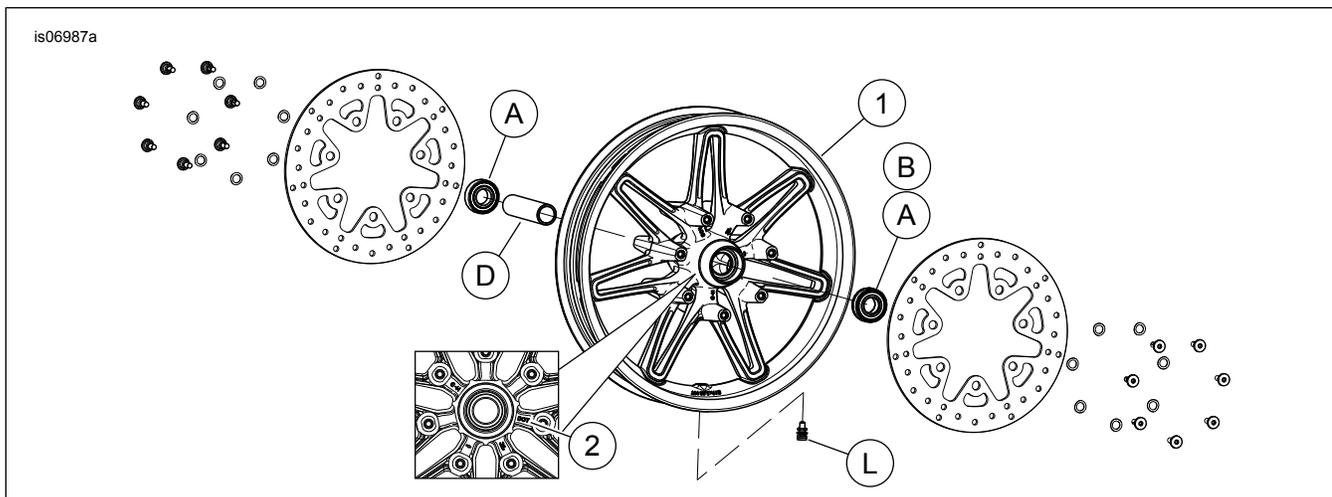

Figura 1. Peças de reposição: Rodas dianteiras Chisel (17 pol. mostrada)
Veja Figura 1 e as tabelas de peças de reposição.
2. Veja Figura 1. Instale o conjunto da haste da válvula (L) na roda. Consulte o Manual de serviço.